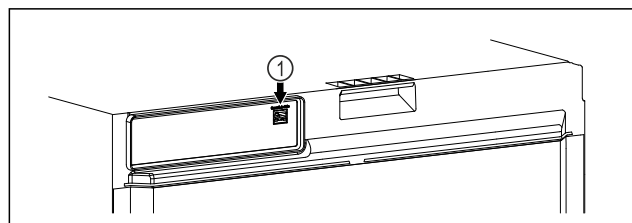

Fig. 110
- ☐ El SmartModule Fig. 110 (1) está colocado.